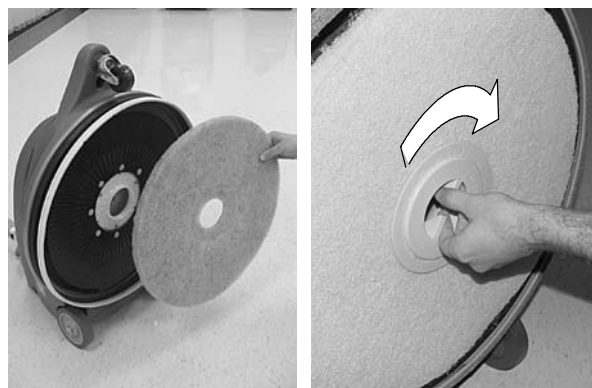

図 2
4. R プラスチック製のセンターロックリングをパッドドライバーから取り外し、パッドをパッドドライバーに合わせてから、センターロックリングを時計回りに回してパッドを固定します。センターロックリングがきちんと締まっているか確認してください。(図2)